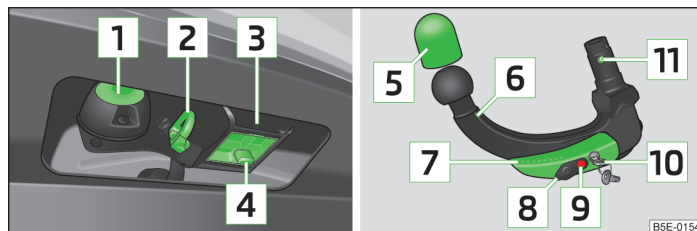

Fig. 137 Soporte del dispositivo de enganche para remolque / barra de cabeza esférica
- Extraer hacia abajo la tapa **4** » fig. 137 de la página 173.
- Colocar la caperuza protectora **4** » fig. 137 de la página 173 en la cavidad del alojamiento.